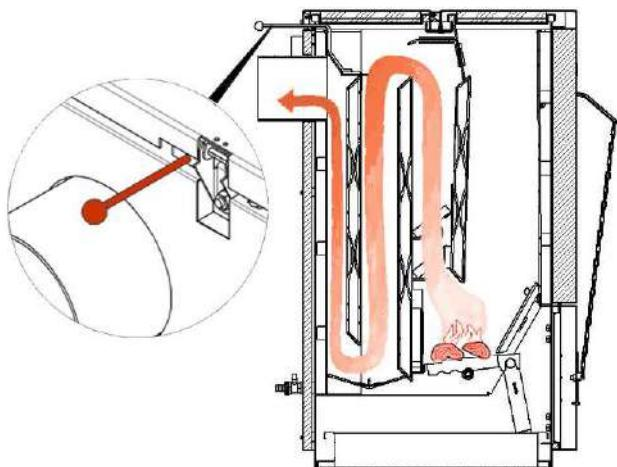

Рис. 17 Растворочная заслонка в рабочем положении
При нормальном режиме работы растворочная заслонка закрывает «короткий ход» и горячие дымовые газы нагревают дополнительный третий канал. Это позволяет лучше использовать их тепло (см. Рис.17).
- Закрыть растопочную заслонку (См. рис. 17)